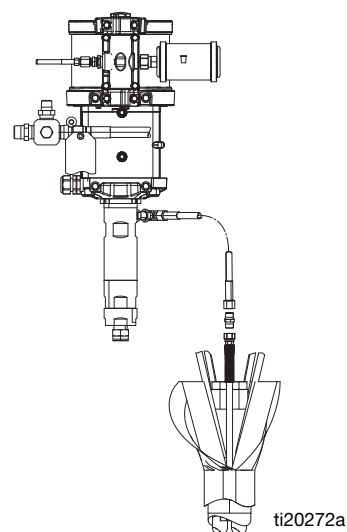

FIG. 20: Collegamento della pompa di lavaggio
2. Collegare il tubo flessibile di lavaggio corto viola dalla pompa di lavaggio al tubo flessibile da 1/4 npsm nel gruppo. Usare il nipplo da 0,63 cm (1/4 in.) incluso con il fascio di flessibili per collegare i flessibili. Vedere FIG. 20.